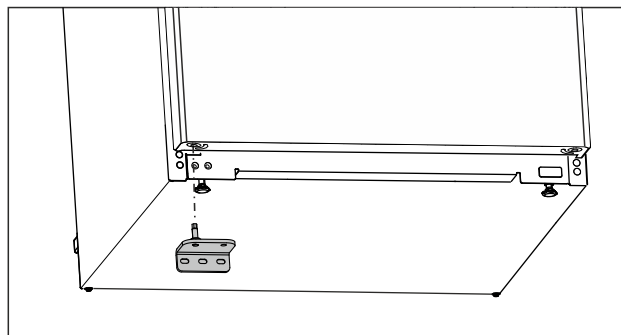

Fig. 25
- ▶ Helyezze be az alsó csapágybakot az ellenkező oldalra. (lásd Fig. 25)